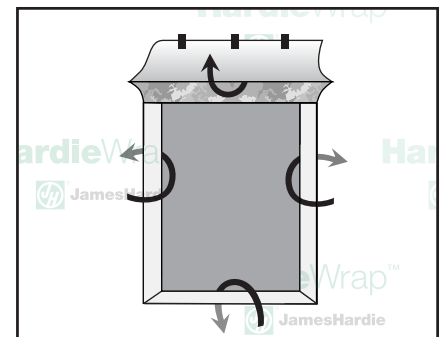

Ilustración 5
Paso 3: Doble las tres solapas restantes hacia adentro a través de la apertura, sujetándolas por dentro con grapas (ilustración 5).